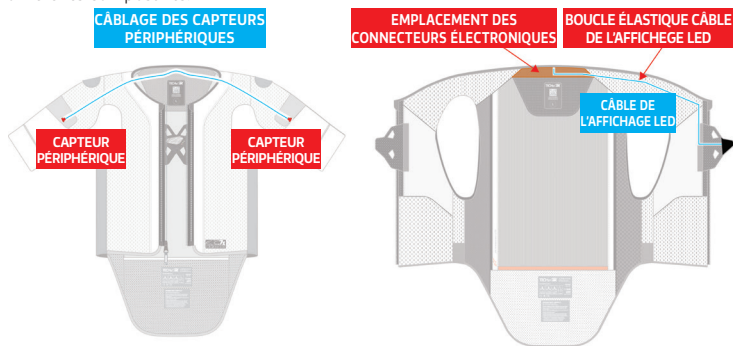

Figure 15 : Emplacement des composants électroniques sur la couche de base du système (1) ;
2. Détachez les composants électroniques. Retirez les différents composants électroniques (y compris l'écran LED (2) et les capteurs périphériques) en les séparant du revêtement de base (1) (Figure 15). Pour retirer l'écran LED (2), ouvrez le velcro situé sous le rabat avant (3) et passez délicatement l'écran LED (2) à travers l'ouverture du gilet. Lorsque vous retirez l'écran LED (2), faites attention à faire passer la carte LED électronique par la boucle élastique (située au niveau de l'épaule) qui sert à positionner correctement le câble. Pour retirer les capteurs périphériques, accédez à l'intérieur de la zone de l'épaule, ouvrez le velcro et retirez les capteurs de leur pochette. Enfin, accédez à la poche située à l'intérieur de la zone supérieure du dos et ouvrez très largement le velcro, afin de ne pas gêner le retrait des différents composants.